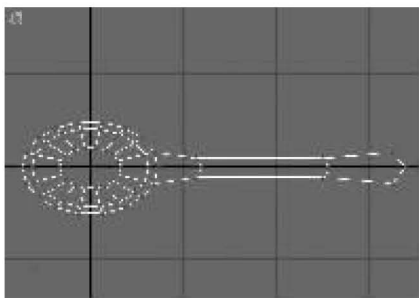

图 7-68 在顶视图调整点的位置
(8)在顶视图使用缩放工具进一步调整勺柄各点的位置,如图 7-68 所示。